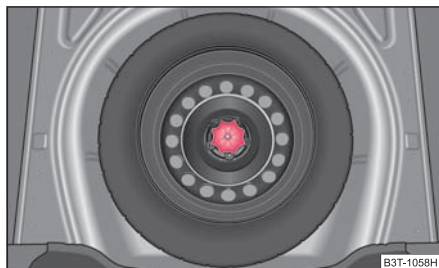

Fig. 216 Coffre à bagages:
La roue de secours se trouve dans une cuvette sous le revêtement du coffre à bagages et est fixée au moyen d'une vis spéciale ⇒ fig. 216.
- Rangez et fixez la roue remplacée avec la vis spéciale dans l'emplacement réservé à la roue de secours ⇒ page 251, fig. 216.